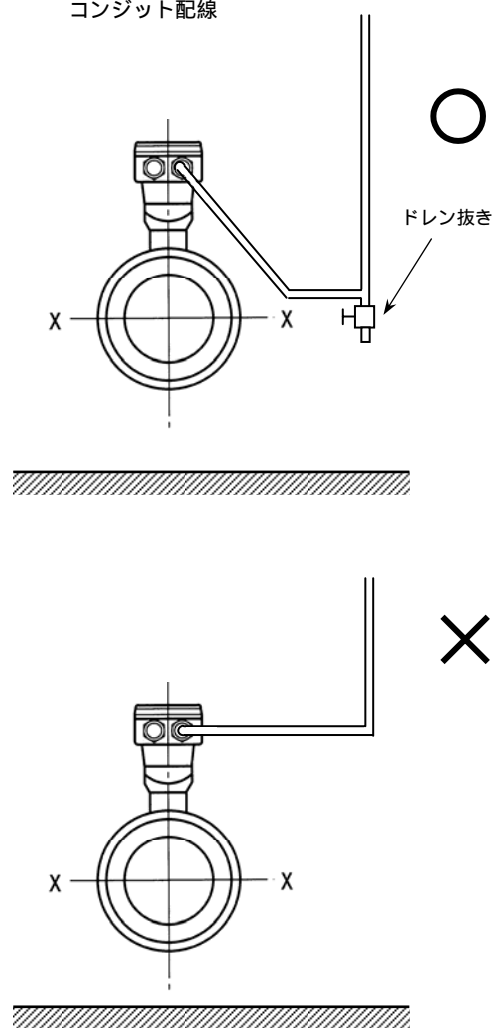

図 2.1a
- 4) コンジット配線を行う場合には、図 2.1a に示すように配線接続口から下向きに傾斜を設けて、配線接続口にコンジットを通して水が流れ込まないようにしてください。